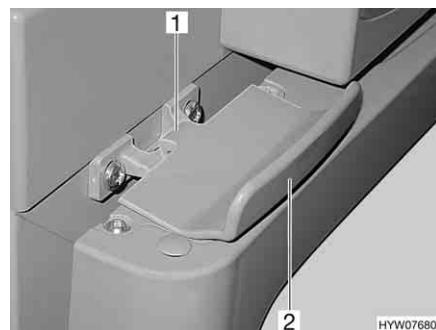

Fig. 147 Bloccaggio della porta del frigorifero, chiuso (Thetford)
- Aprire la porta del frigorifero tirando la maniglia (Fig. 147,2). Il bloccaggio (Fig. 147,1) si sblocca automaticamente.